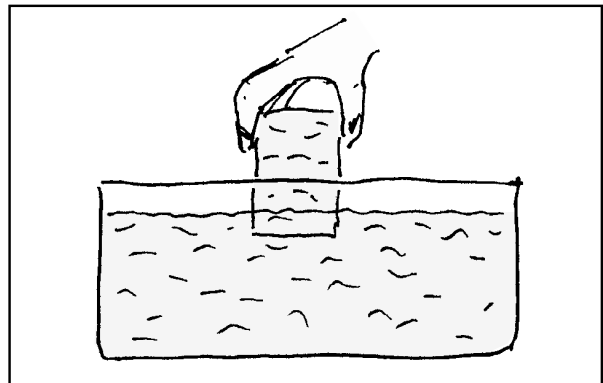

Fig. 9.34. Per l'esercizio 2
2. Un bicchiere è tenuto sott'acqua finché si è riempito e poi viene sollevato con l'apertura verso il basso, fig. 9.34. Perché l'acqua resta nel bicchiere?